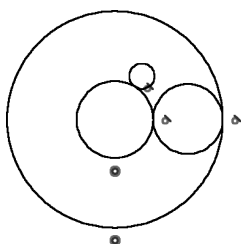

图 4-65 建立圆 1 与圆 4 的相切关系
(5) 采用同样的方法，使圆 1 与圆 4 建立相切几何约束，结果如图 4-65 所示。